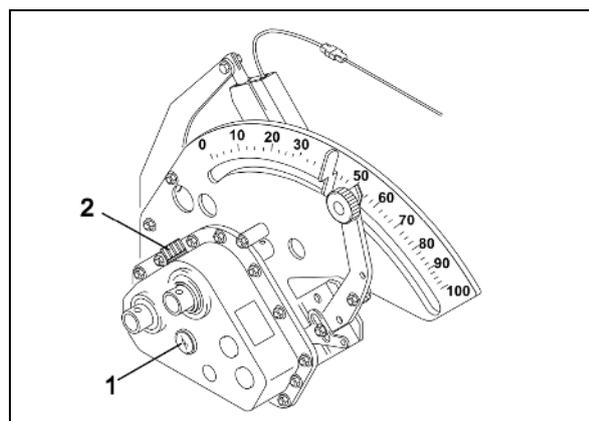

Fig. 147
2. Le niveau d'huile doit être visible par le regard (Fig. 147 / 1) du boîtier Vario.
5. La qualité d'huile requise est indiquée sur le tableau (Fig. 147).
6. Remplissez le boîtier Vario par le manchon de remplissage (Fig. 147 / 2) jusqu'au niveau du regard d'huile (Fig. 147 / 1), en utilisant de l'huile de transmission.
7. Après avoir fait l'appoint, refermez le manchon de remplissage avec le bouchon (Fig. 147 / 2).